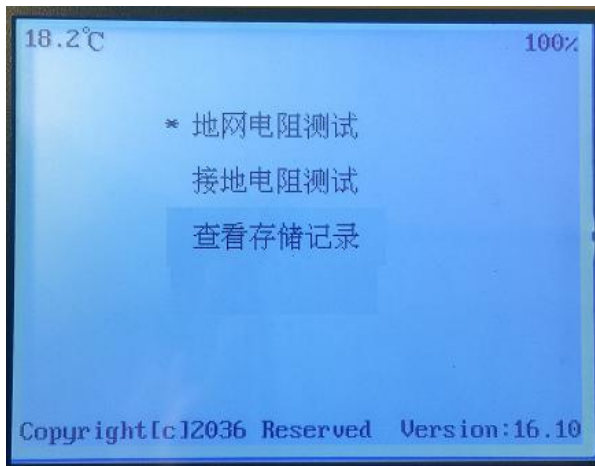

图 5 开机界面
7.2.1 打开电源开关，计算机进行自检，几秒钟后，液晶屏显示中文主菜单如图 5 所示，表示自检成功。